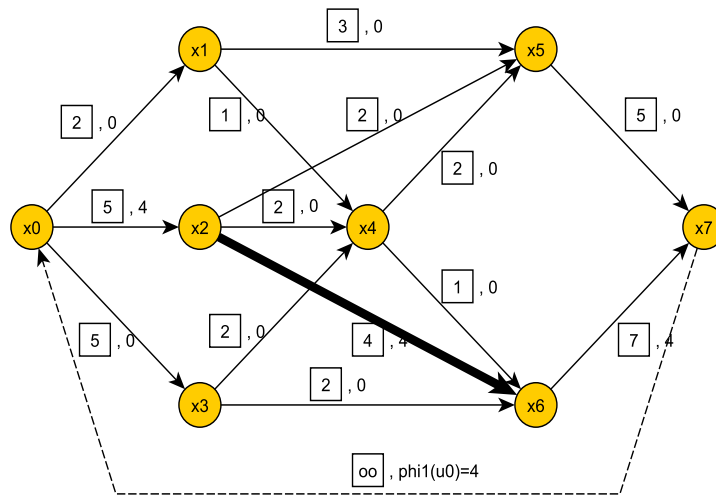

FIGURE 7.18 – Complétude - Graphe  $G_1$  - Exemple 7.3.1
- On considère le chemin  $\Gamma = (x_0, x_2, x_6, x_7)$  pour lequel  $\delta = 4$ . On ajoute 4 aux flux des arcs  $(x_0, x_2)$ ,  $(x_2, x_6)$ ,  $(x_6, x_7)$  et  $\varphi_1(u_0) = 4$ . L'arc  $(x_2, x_6)$  est saturé (cf. figure 7.18).